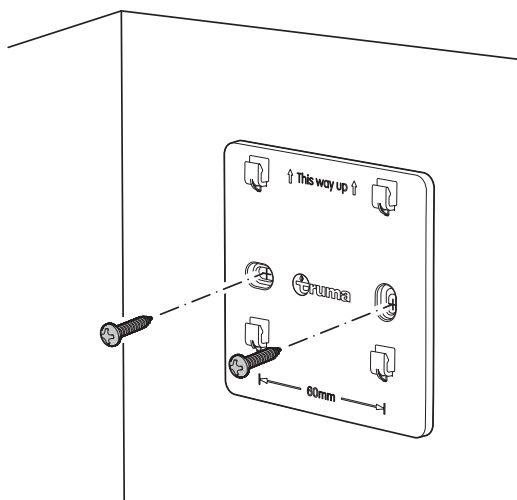

Bild 17
- För att fästa monteringsplattan skruvar du in de båda halvrunda träskruvarna i väggen med en krysskruvmejsel (Bild 17).